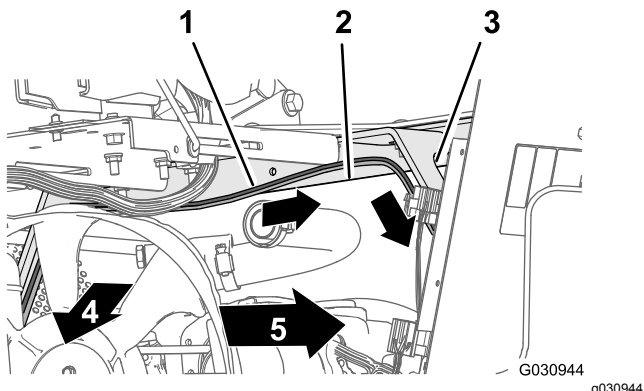

**Figura 136**
1. Disponete la diramazione di 165 cm del cablaggio preassemblato verso l'alto e nella parte posteriore del vano motore, lungo il supporto destro della copertura del motore, davanti al condotto che collega il filtro dell'aria al motore (Figura 136).